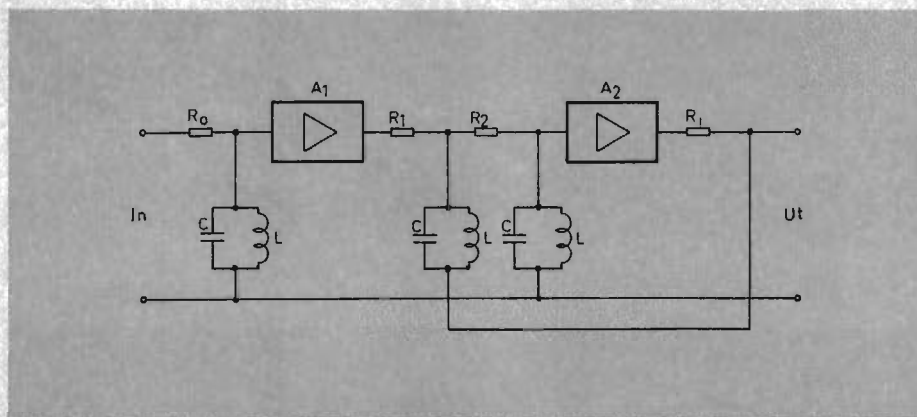

Fig. 12
Ett bandpassfilter dimensioneras genom direkttransformation med frekvenssubstitutionen $P = p + \omega_i^2/p$ som innebär att originalnätets kapacitanser C parallellkopplas med spolar av induktans $1/\omega_i^2 C$. Ett sådant bandpassfilter har den fördelen att bandbredden, som är lika med originalnätets bandbredd, kan varieras oberoende av mittfrekvensen ω_i enbart genom en variation av de tre resistanserna, se fig. 12. Dämpningskurvor för utförda aktiva RLC-filter motsvarande bandpass-hellänk visas i fig. 13 och 14.
Dämpningskurvor för aktiva LRC-filtrer av bandpass-typ enligt fig. 12 dimensionerat för $f_m=400$ Hz, bandbredd 1000 Hz, $A_1=0$ dB. De tre kurvorna avser de fall att $A_2=3,3$ dB, 5,3 dB resp. 7,3 dB.
Attenuation curves for an active RLC-filter of band-pass type shown in Fig. 12 designed for a center frequency of 400 c/s and a bandwidth of 1000 c/s. The gain of amplifier A_1 is 0 dB. The effect of increasing the gain of amplifier A_2 is to sharpen the corners of the filter curve.
Dämpningskurva för bandpassfilter av LRC-typ enligt fig. 12 dimensionerat för $f_m=800$ Hz, $A_1=0$ dB och $A_2=3,3$ dB. De olika kurvorna avser filter som dimensionerats för bandbredden (B) 65 Hz, 375 Hz, 1 kHz och 3 kHz.
Attenuation curves of a filter of the same type as in Fig. 12 designed for a center frequency of 800 c/s and with A_1 equivalent to 0 dB and A_2 3.3 dB. The four separate bandwidths, 65 c/s, 375 c/s, 1000 c/s and 3000 c/s, were obtained by a variation of the resistances R_0 , R_1 and R_2 .